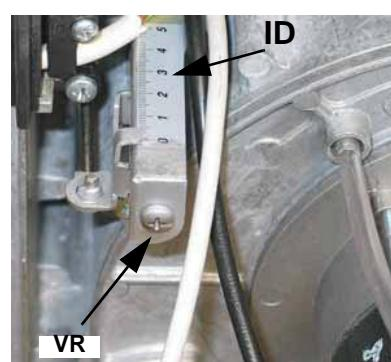

Рис. 45
- 4 расслабить винт **VR** (на Рис. 45)